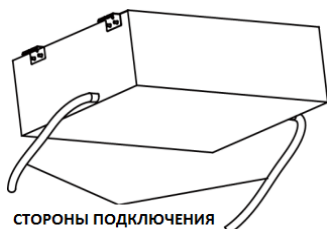

Рис. 4.22
- (4). Диаметр дренажной магистрали должен быть равен или большим чем исходный диаметр подсоединения к дренажному поддону блока. Диаметр дренажного патрубка указан в таблице 3.3.
- (5). Установите дренажный трубопровод в соответствии с рекомендациями и примите меры для исключения конденсации влаги на трубопроводе. Неправильно установленный дренажный трубопровод может привести к утечкам, а в итоге, к повреждению здания, мебели, материальных ценностей.
- (6) С левой и правой стороны внутренних блоков выходят патрубки отвода конденсата (дренажные патрубки). Сторона вывода выбирается в соответствии с условиями установки (рис. 4.22).
- (7) В заводской поставке дренажный патрубок установлен с левой стороны (со стороны электрической секции); отверстие справа закрыто заглушкой.
- (8) Если вам требуется вывод патрубка с правой стороны, левое отверстие необходимо закрыть заглушкой. В противном случае при работе кондиционера в режиме охлаждения возможны протечки конденсата из открытого или негерметично закрытого дренажного патрубка.